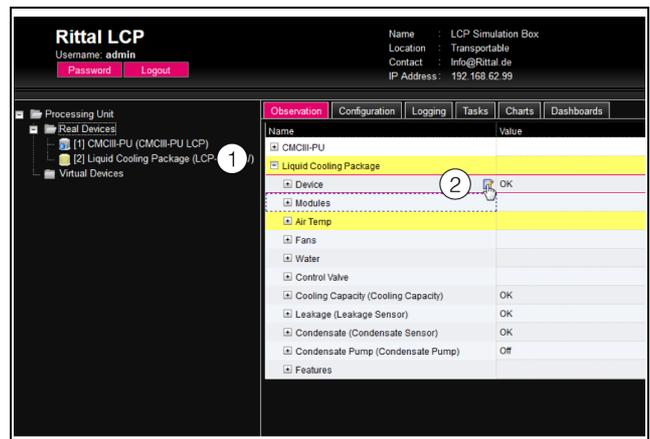

Abb. 114: Auswahl mehrerer Parameter
- Klappen Sie nur den Eintrag „Liquid Cooling Package“ aus, indem Sie auf das „Plus“-Zeichen vor diesem Eintrag klicken (Abb. 114, Pos. 1).
- Setzen Sie den Mauszeiger an das Ende der ersten Spalte in der Zeile „Device“ (Abb. 114, Pos. 2). Es erscheint ein „Edit“-Symbol und der Mauszeiger ändert sich in ein „Hand“-Symbol.